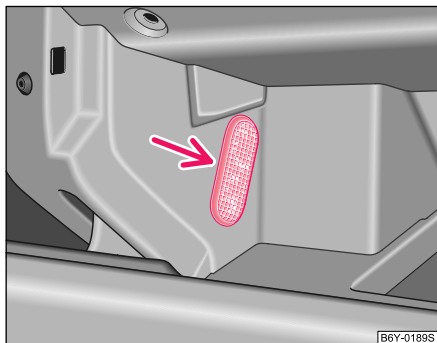

Fig. 161 Déposer l'éclairage du vide-poches côté passager avant
- Insérer un couteau ou un tournevis latéralement entre l'éclairage et la boîte à gants ⇒ fig. 161. Débloquer prudemment l'éclairage.